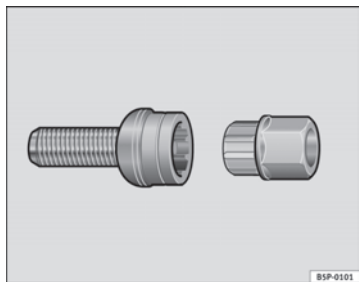

Abb. 183 Diebstahlhemmende Radschraube
- Setzen Sie den Adapter bis zum Anschlag in die diebstahlhemmende Radschraube ein ⇒ Abb. 183.